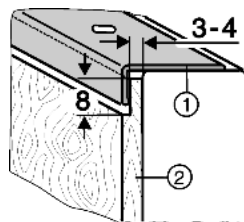

Fig. 10
- ▶ Dickere Dekorplatten Fig. 10 (2) nach Abbildung auf maximal 4 mm Dicke abstufen.